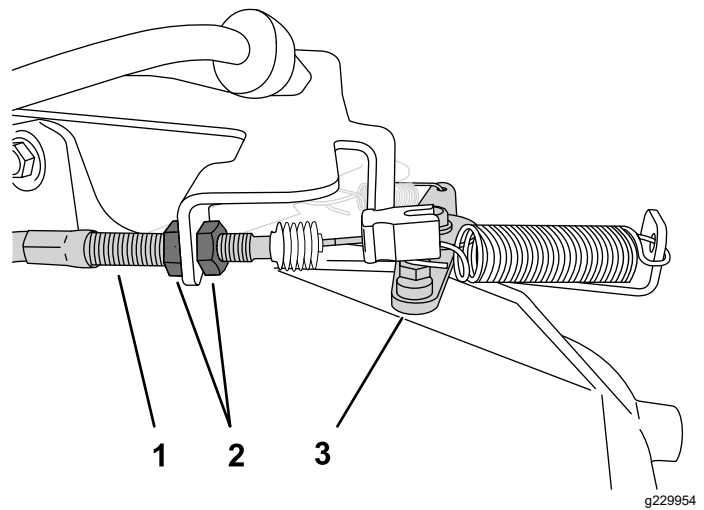

図 42
2. ローアイドルを高くするには、スロットルケーブルハウジングのところで前側のジャムナットをゆるめて後ジャムナットを締める 図 42。